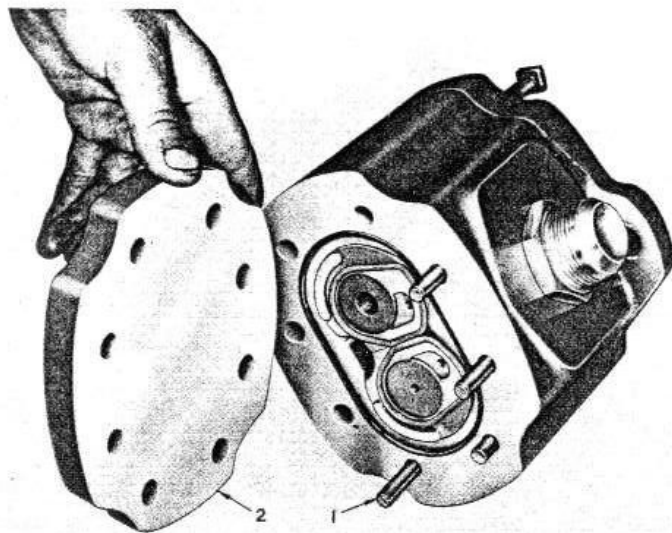

FIG. 3
- 3 - (figure 3) - Enlever les tirants (1) fixant les trois parties de la pompe. Décoller le flasque (2).